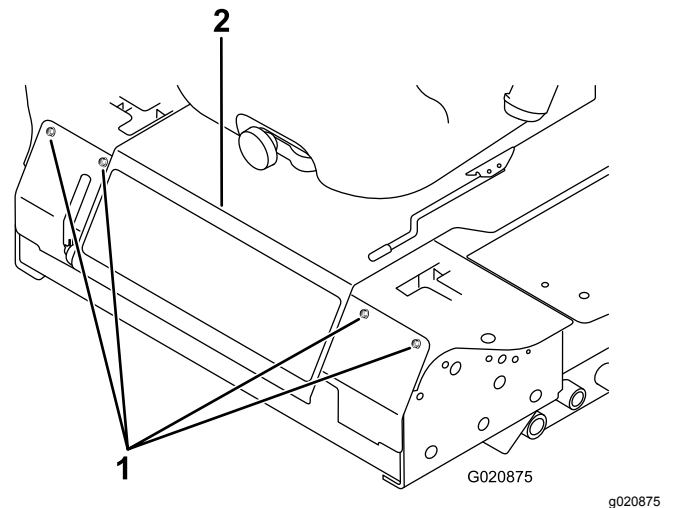

Figure 69
2. Retirez les boulons de fixation du panneau avant et déposez le panneau (Figure 69).